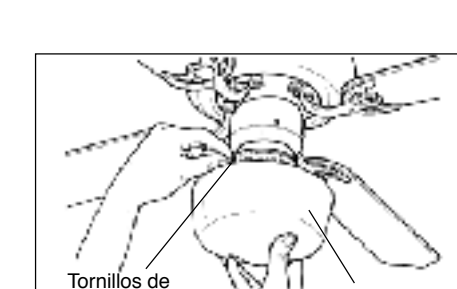

Figura 16
2. Instale la pantalla de vidrio en el ajustador de lámpara sujetándola con tres tornillos de mariposa (Figura 16).